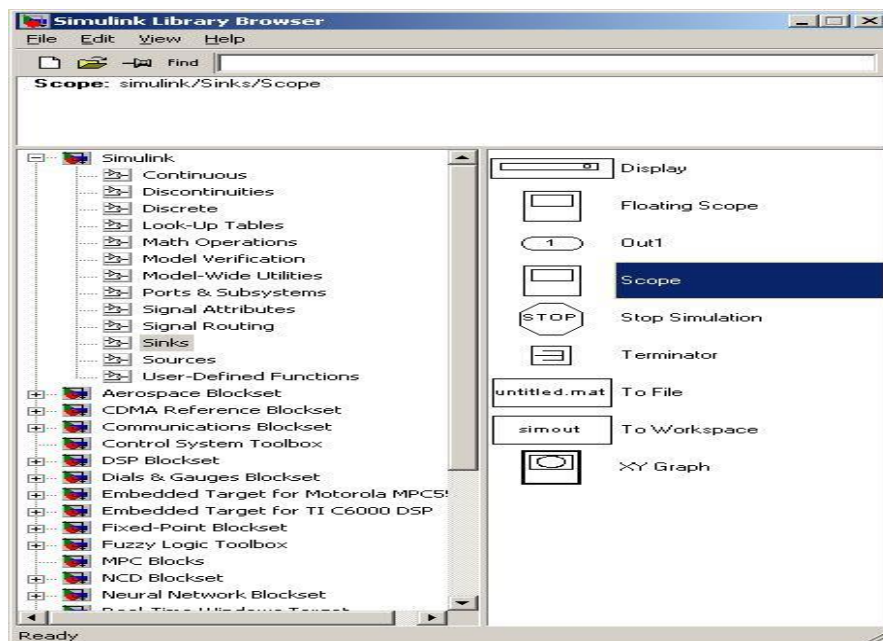

Рис. 1
1. Запускаємо МАТЛАБ, пишемо в командному рядку: Simulink, з'явиться вікно Сімулінка, створюємо нову модель. Модель створена, тепер вибираємо в source джерело сигналу, наприклад, step (одинично-поетапне вплив) і перетягуємо його в нашу модель. Джерело є, тепер додаємо передатну функцію або інтегратор, що вам подобатися. Для цього заходимо в Continuous transfer fcn або integrator. Додавайте скільки захочете, вид передавальної функції можна задати, клікнувши по ній двічі. Тепер нам треба, щоб це все справа у нас куди-небудь виводилося: заходимо в Sinks вибираємо осцилографи (Scope).(рис.1)